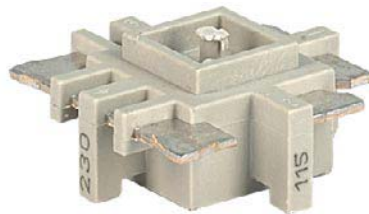

Figura 6. Unidad de selección de voltaje
3. Extraiga el contenedor de fusibles (1) del conector de entrada de energía.
4. Extraiga la unidad de selección de voltaje mediante los alicates de pico largo (consulte Figura 6 en la página 38).